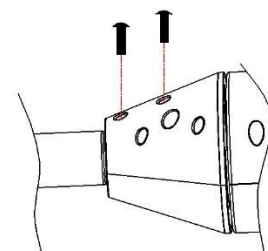

Abb.6
4. Den Gerätekörper mit den beiden mitgelieferten Schrauben sicher fixieren (siehe Abb. 6).